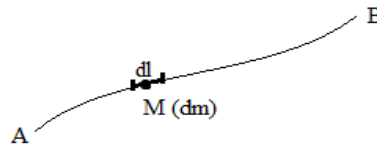

Figure III.5
Considérant (S) une ligne (AB), soit M un point de cette ligne entouré par un élément de masse (dm). Cet élément de masse existe dans un élément linéaire (dl) Figure III.5. La densité de masse linéique ( $\lambda$ ) au point M est déterminée comme suite :